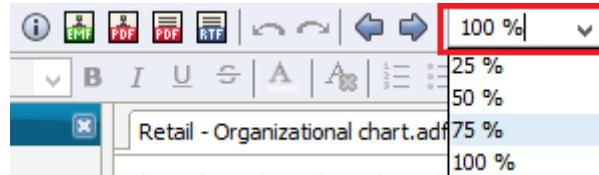

Рисунок 1.10
9. Управление масштабом модели осуществляется с помощью соответствующего пункта панели инструментов (рисунок 1.10).